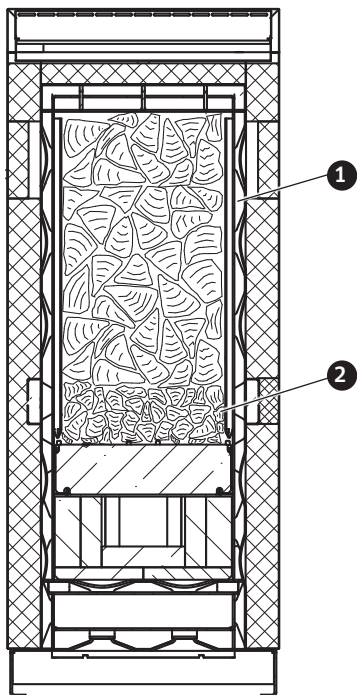
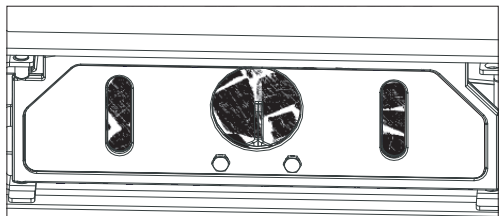

Fig. 23 Vue en coupe du foyer
Fig. 22 Bûches correctement placées devant l'ouverture d'allumage
- Placer d'abord de petites **bûches**, puis de plus grandes, et remplir le foyer en fonction des besoins – Fig. 23. Avant de fermer la porte d'allumage, contrôler que le bois se trouve directement devant l'ouverture d'allumage – Fig. 22.